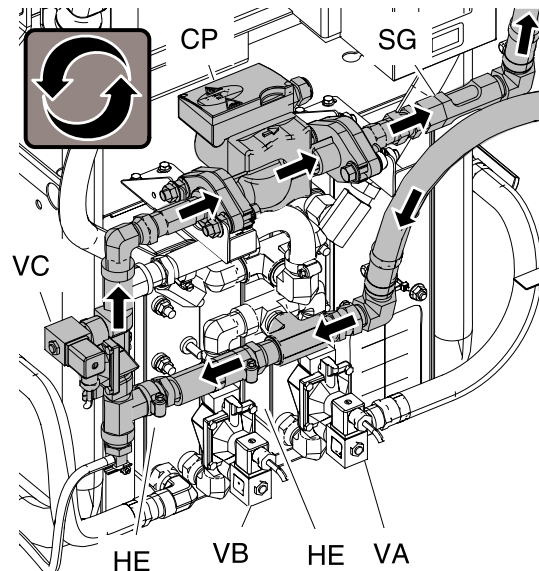

Figure 19 Circuito de refrigeración del dosificador: válvulas A y B cerradas (no calientan el material)
Cuando las válvulas de control (VA, VB) se cierran, significa que los materiales A y B han alcanzado la temperatura configurada. El refrigerante fluye a través de la válvula de control de paso (VC), la bomba de circulación (CP), la mirilla (SG), la botella de carga del refrigerante para el dosificador (HF) y de vuelta al intercambiador térmico del circuito de refrigeración del motor. Consulte la Fig. 19.